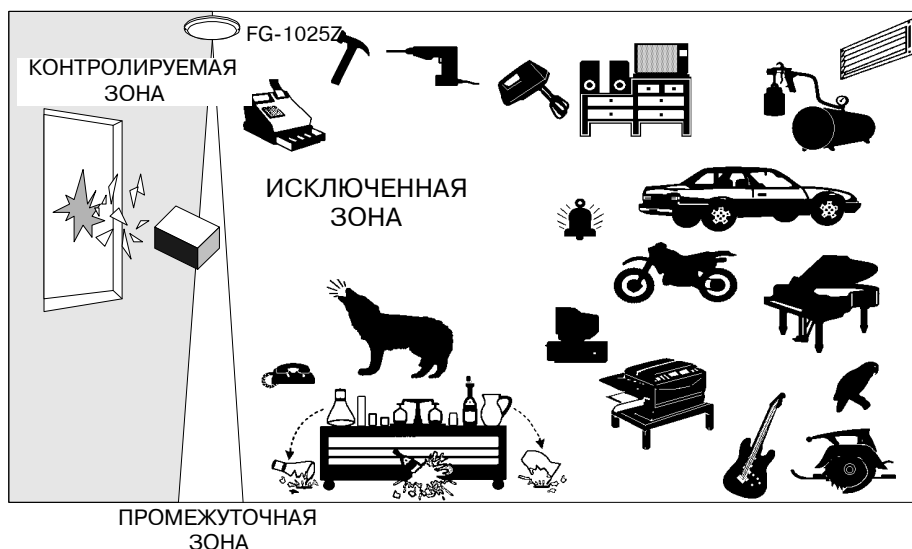

Рис. 2. Символами показаны примеры источников шума, которые, находясь в исключенной зоне будут проигнорированы.
- Устанавливайте извещатель в пределах 7,6 м от охраняемого стекла. В общем случае, установка извещателя на расстоянии 1,5 м от стены, где находятся охраняемые стекла, позволяет контролировать достаточно большую поверхность стекол, исключая при этом большую часть помещения. Возможно большая часть помещения должна находиться в исключенной зоне извещателя (см. рис. 2).